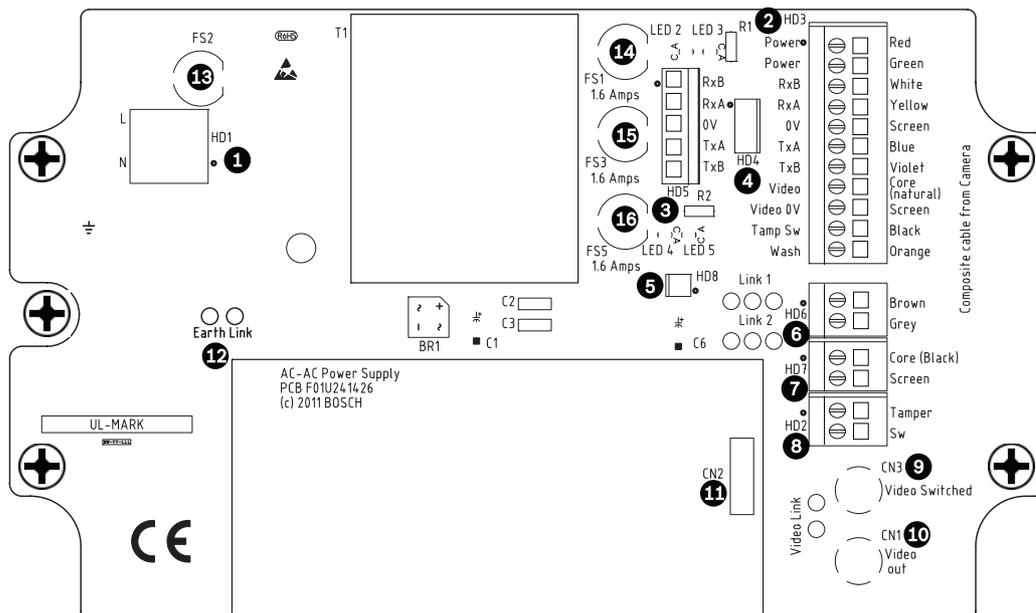

Figura 4.3 Esquema da MIC-240PSU-2 e MIC-115PSU-2
As fontes de alimentação MIC para as câmaras MIC612 têm quatro (4) fusíveis de 20 mm (números 13 - 16 na *Figura 4.3*) em porta-fusíveis. As amperagens para estes fusíveis são fixas para o lado secundário de baixa tensão mas são alteradas de acordo com a tensão de entrada no lado primário de alta tensão. A seguinte tabela mostra os valores dos fusíveis que devem ser instalados para fornecer uma protecção adequada às fontes de alimentação MIC-240PSU-2 e MIC-115PSU-2. **Nota:** O fusível FS 4 não existe.